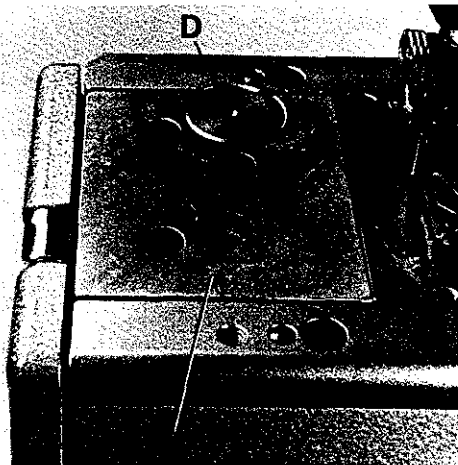
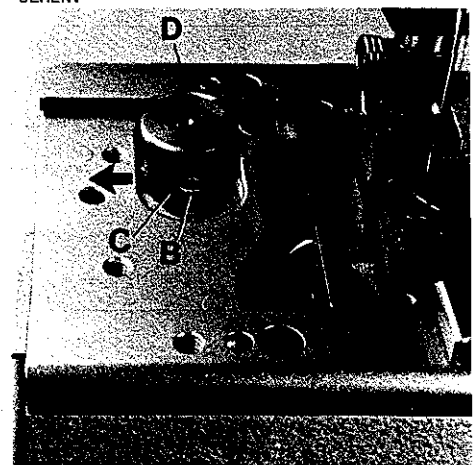
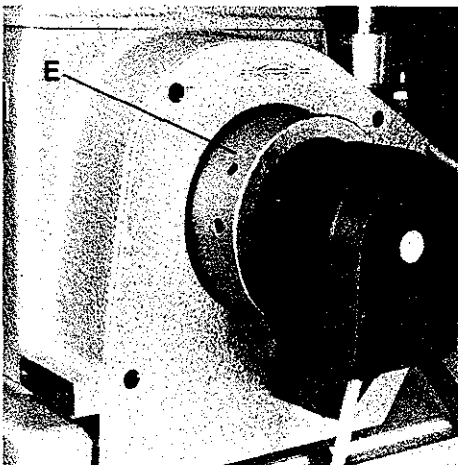

Fig.8
Fig.9
Fig.10
Before the machine leaves the factory, the stitch length change mechanism is locked. After removing cover (A, Fig. 8) and loosening screw (B, Fig. 9) lever (C) can be swung in the direction of the arrow to the left to unlock the stitch length change mechanism. The required hexagon socket wrench is a component of the machine accessories.
The stitch length is changed by slightly pressing stop bolt (D, Figs. 8 and 9) and simultaneously rotating pulley (E, Fig. 10). Within one revolution of the pulley stop bolt (D, Fig. 8) engages and the stitch length change starts. Rotating pulley clockwise shortens the stitch, rotating it counterclockwise increases the stitch.
Vor dem Versand der Maschine wird die Stichtlängenverstellung blockiert. Entfernt man den Deckel (A, Fig. 8) und löst die Schraube (B, Fig. 9), kann der Hebel (C) in Pfeilrichtung nach links geschwenkt werden und die Arretierung der Stichtlängenverstellung ist aufgehoben. Der benötigte Sechskantschraubendreher ist im Zubehör der Maschine enthalten.
Die Stichtlänge wird durch leichtes Drücken auf den Rastbolzen (D, Fig. 8 und 9) und gleichzeitiges Drehen der Handrad-Riemenscheibe (E, Fig. 10) eingestellt. Nach spätestens einer Umdrehung der Handrad-Riemenscheibe rastet der Rastbolzen (D, Fig. 8) ein und die Stichtverstellung beginnt. Drehen der Handrad-Riemenscheibe im Uhrzeigersinn verkleinert den Stich, drehen im Gegenuhrzeigersinn vergrößert ihn. Nach dem Einstellen der gewünschten Stichtlänge kann, wenn notwendig, die Stichtlängenverstellung wieder blockiert werden. Montieren Sie den Deckel wieder.